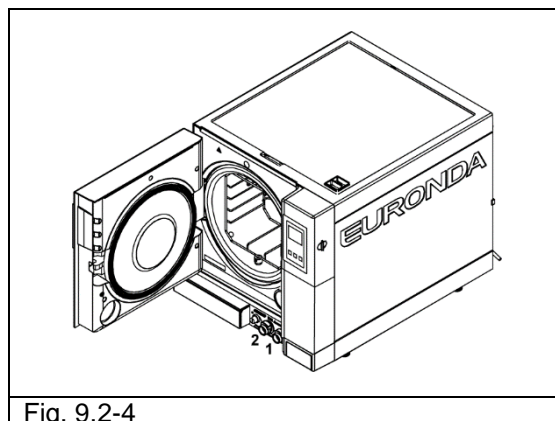

Fig. 9.2-4
1. Goliți rezervorul de apă curată: introduceți capătul tubului cu conectorul în conectorul din partea de jos a panoului frontal (1 din Fig. 9.2-4), iar celălalt capăt într-un recipient gol.
2. Goliți rezervorul intern pentru colectarea apei uzate: introduceți capătul tubului transparent în conectorul din partea inferioară a părții frontale a unității (2 din Fig. 9.2-4) și celălalt capăt într-un recipient gol.